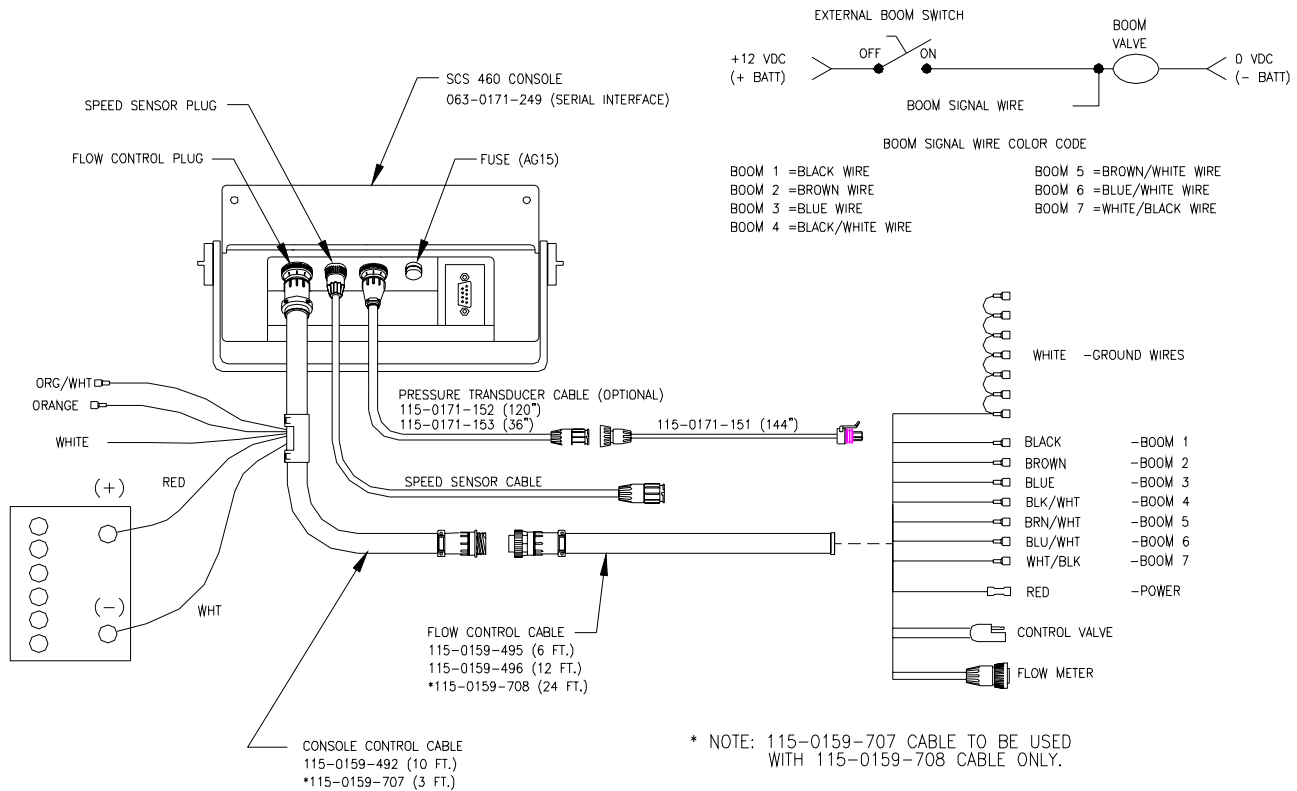

Abb.5
- 2) Das Steuerkabel der Konsole am Stecker an der Rückseite der Konsole anschließen. (Siehe Abb. 5.) Das Steuerkabel der Konsole aus dem Fahrerhaus herausführen und abschließen. (Verlängerungskabel für den Mengenregler sind bei Ihrem Händler erhältlich.)